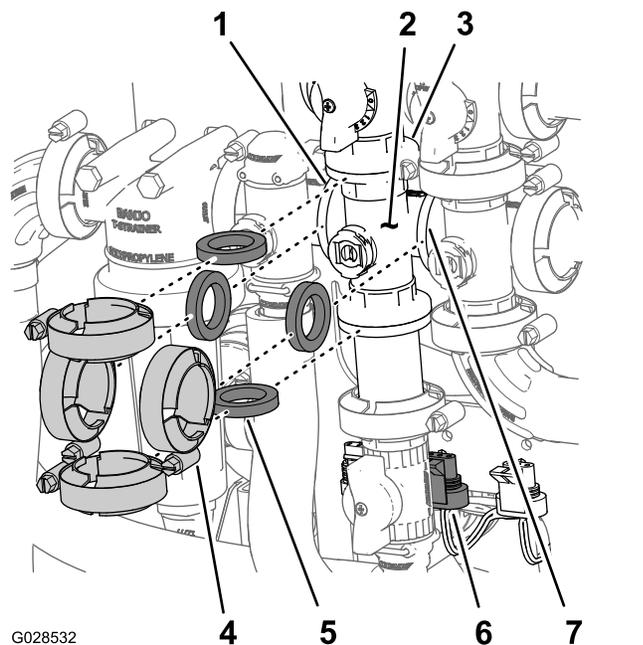

Рисунок 90
1. Снимите зажимы и прокладки, которые крепят коллектор клапана перемешивания (Рисунок 90) к клапану перепуска перемешивания, клапану регулирования нормы распыления, главному клапану стрелы и переходному штуцеру (дрессельный клапан перемешивания).